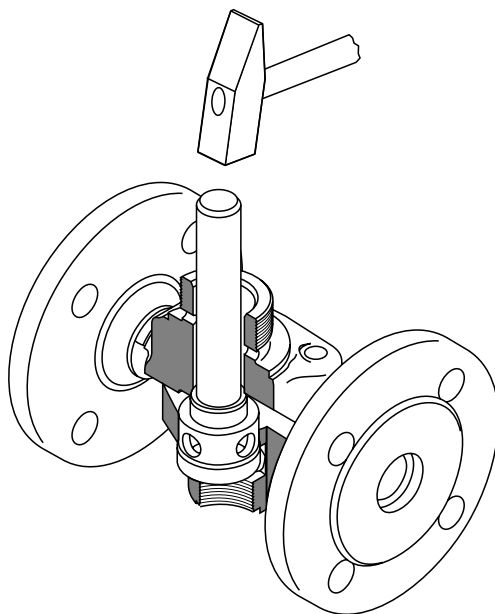

Fig. 7
13. Retirar a sede **H** do corpo **I** da válvula com auxílio de um punção de aço e de um martelo. **Fig 7**